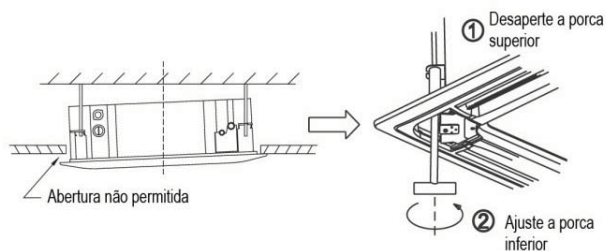

Fig. 1-13
- Se existir um intervalo entre o painel e o teto após apertar os parafusos, deverá alterar de novo a altura da unidade interior. (Consulte a Fig. 1-13- à esquerda)
- Poderá alterar a altura da unidade interior através das aberturas existentes nos quatro cantos do painel, se a elevação da unidade interior e do tubo de drenagem não for influenciada. (Consulte a Fig. 1-13- à direita)